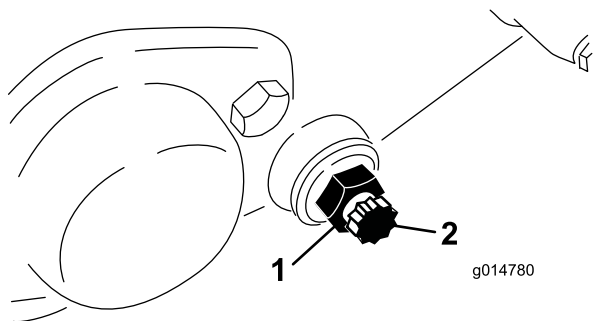

Рисунок 55
3. На каждой стороне машины ослабьте зажимную гайку, стопорящую болт планки неподвижного ножа (Рисунок 55).
4. Снимите оба болта планки неподвижного ножа, чтобы ее можно было потянуть вниз и снять с машины. На каждом конце планки неподвижного ножа оставьте по две нейлоновых и две штампованных стальных шайбы (Рисунок 55).